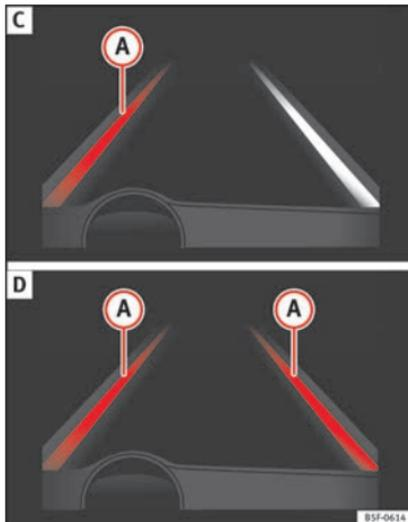

Fig. 163 Sul display del quadro strumenti: indicazione sul display del dispositivo di assistenza per il mantenimento della corsia (esempio 2).
- Il dispositivo è operativo, la linea evidenziata (A) indica il rischio di oltrepassare involontariamente la linea di demarcazione della corsia e sta agendo sullo sterzo per correggere la traiettoria » » fig. 163 C.
- Le due linee evidenziate (A) si accendono quando entrambe le linee di demarcazione della corsia sono state rilevate e la funzione di guida al centro della corsia è attiva » » fig. 163 D.